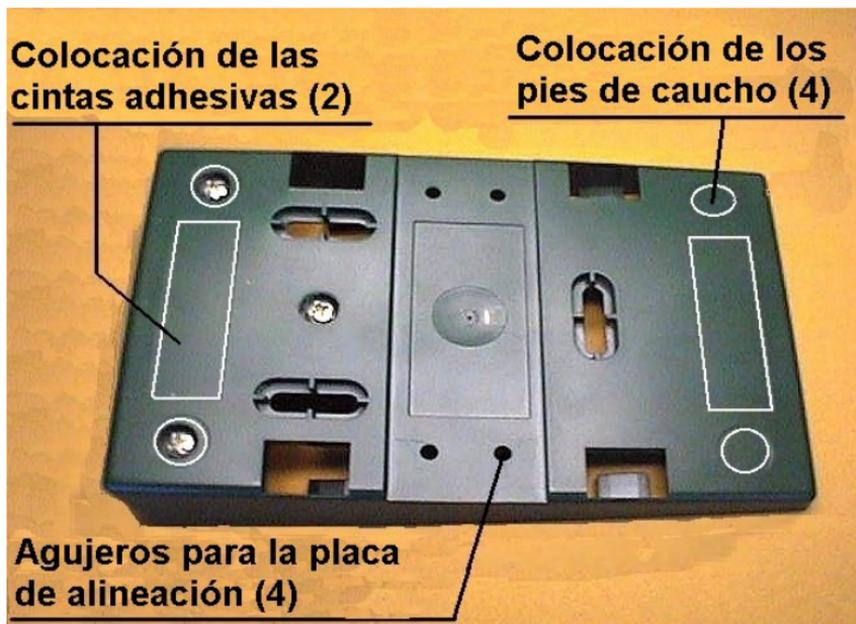

Figura 1 - OM-DRAGON™ Soporte de la base - vista de frente
1. Refiriéndose a la figura 1, limpiar con cuidado las partes correspondientes situadas debajo del soporte para evitar toda impureza susceptible de reducir la adhesión de los 4 pies de caucho.
Para una instalación horizontal de uso fijo, utilizar las cintas adhesivas como se indica en la figura 1.
1. Referirse a la figura 1 y a la figura 4, encajar la placa de alineación en los agujeros adecuados debajo del soporte de manera que la placa sobresalga en el lado del soporte.